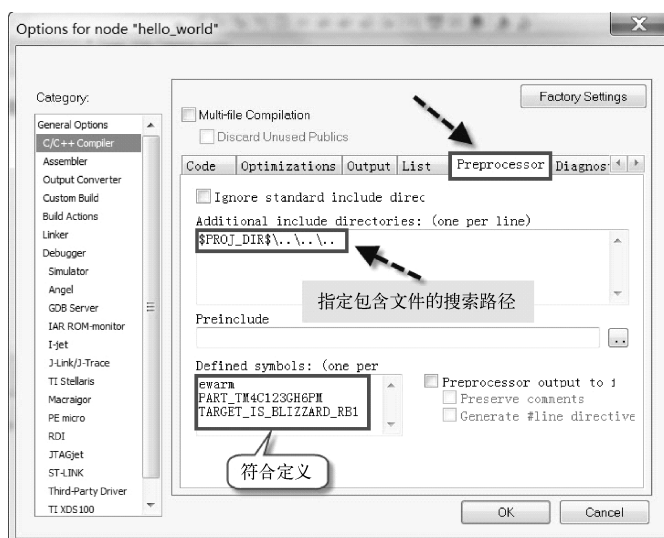

图 1-76 Preprocessor 选项配置
③ 除了 Preprocessor 选项按如图 1-76 所示的配置外, C/C++ 选项的其他设置按默认值。